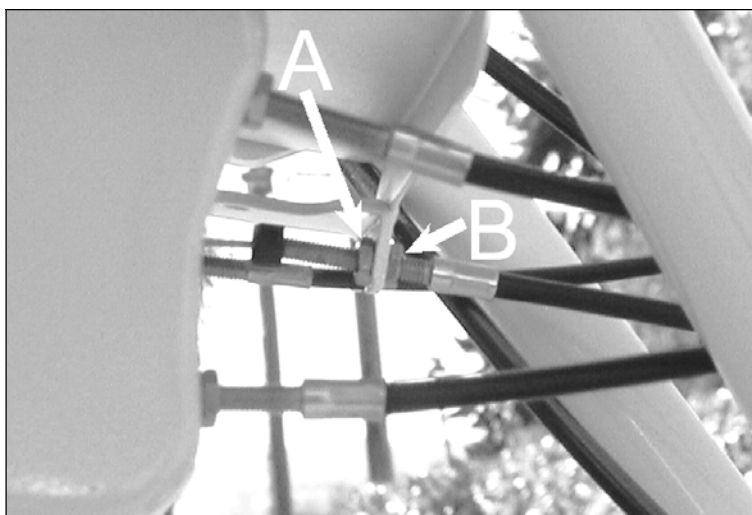

Figure 17
- Pour tendre le câble, dévissez le tendeur (figure 17, repère A) et vissez le contre-écrou de blocage (figure 17, repère B).